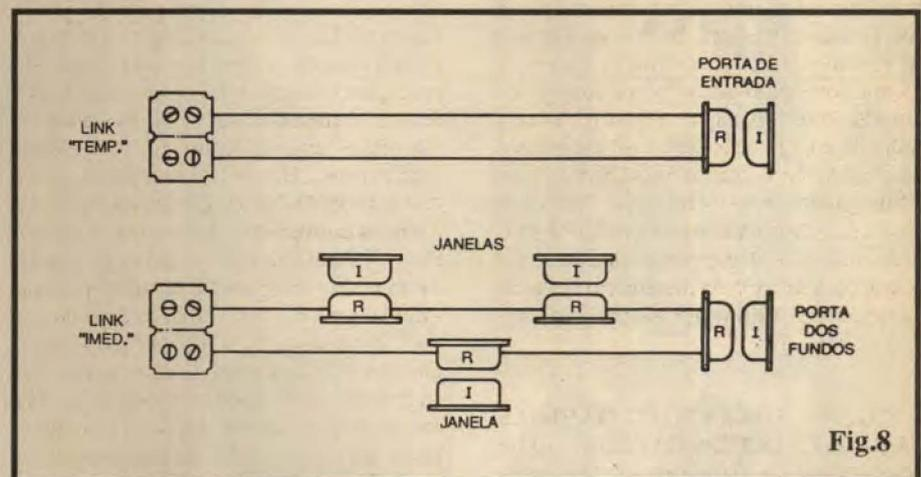

Fig.8
- FIG. 8 - DIAGRAMA GERAL DOS LINKS... - Normalmente, o *link temporizado* destina-se unicamente ao controle da porta de entrada da casa ou local, o único acesso que - para conforto dos usuários - deve ser provido da "carência" de tempo para o momento de **sair** (cerca de **2 minutos** de inabilitação, após o acionamento da chave geral, como já vimos...), e também de uma (bem curta, no caso...) temporização ao retorno dos moradores ou ocupantes (que, pelos parâmetros básicos do circuito, têm cerca de **5 segundos** para desativar a *CARESE* via "chave geral", caso contrário o alarme "toca"...). Assim, aos ditos contatos da *CARESE*, apenas um conjunto *REED*/imã deve ser ligado, via par de fios finos no necessário comprimento... Já o *link* de disparo **imediate** deve conter **todos** os demais conjuntos sensores, mantidos eletricamente *em série*, como que "fechando um grande laço" ao redor da casa, passando por todas as janelas e eventuais *outras* portas de acesso (como a "dos fundos" de uma residência...). Como todos esses percursos elétricos são de **baixíssima** Corrente, a fiação pode (e **deve**, para mais fácil "escondimento"...), ser bem fininha, feita com cabinho isolado do menor calibre que possa ser adquirido...